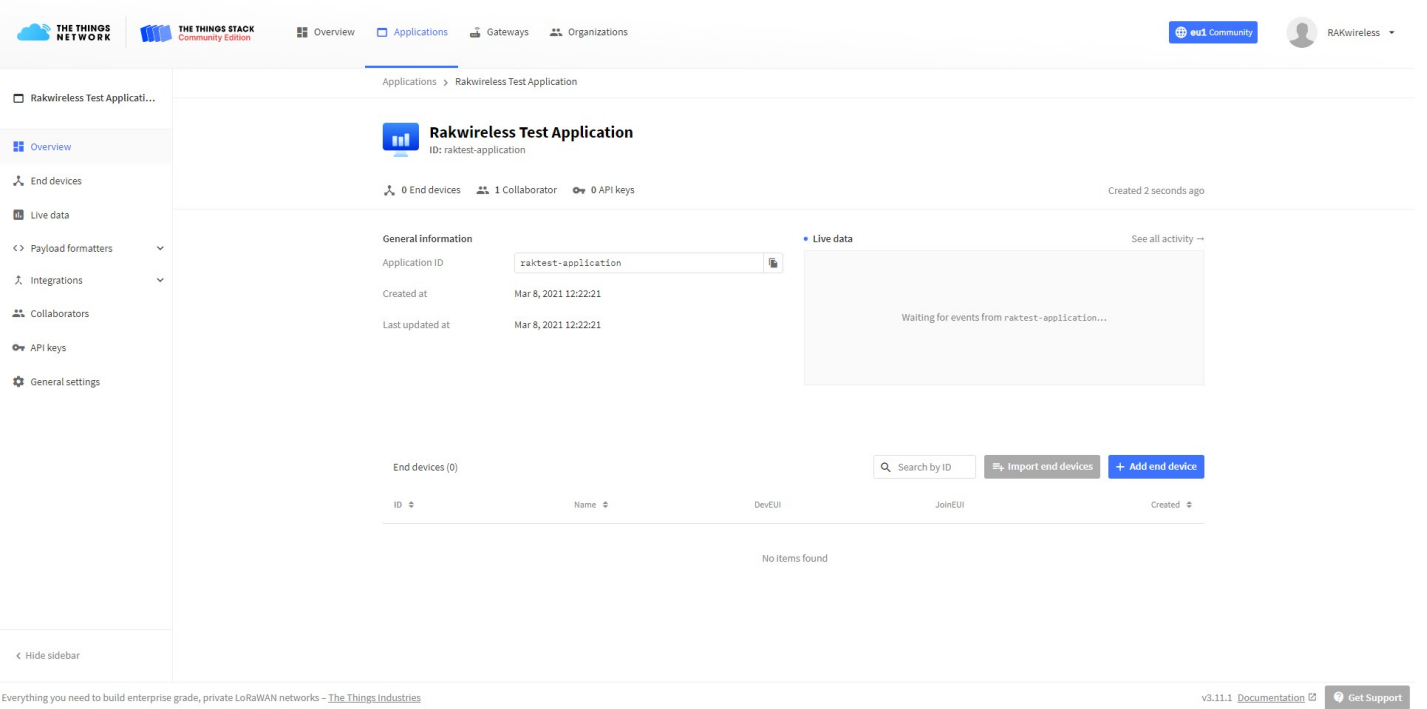

Abbildung 53: Anwendungsübersicht
3. Nachdem Sie die Informationen eingegeben haben, klicken Sie auf „**Anwendung erstellen**“. Wenn alles korrekt ausgefüllt ist, wird dieselbe Seite angezeigt wie in Abbildung 53.